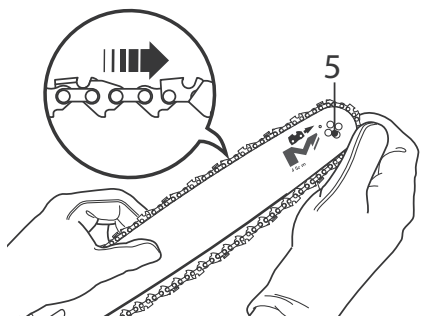

Fig. 5
- > Deslize a corrente pela calha em redor da lâmina-guia (Fig. 5)